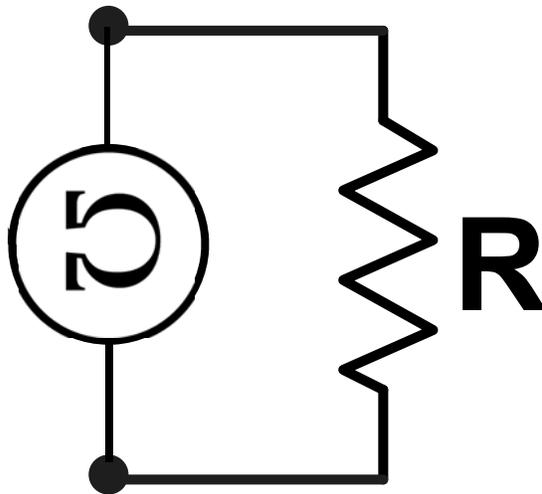

Figura 1.11
La resistencia óhmica de un componente eléctrico se realiza directamente como se muestra en la figura 1.11.
- 1.7.3. Arme el circuito de la figura 1.11 seleccionando los nodos correspondientes.